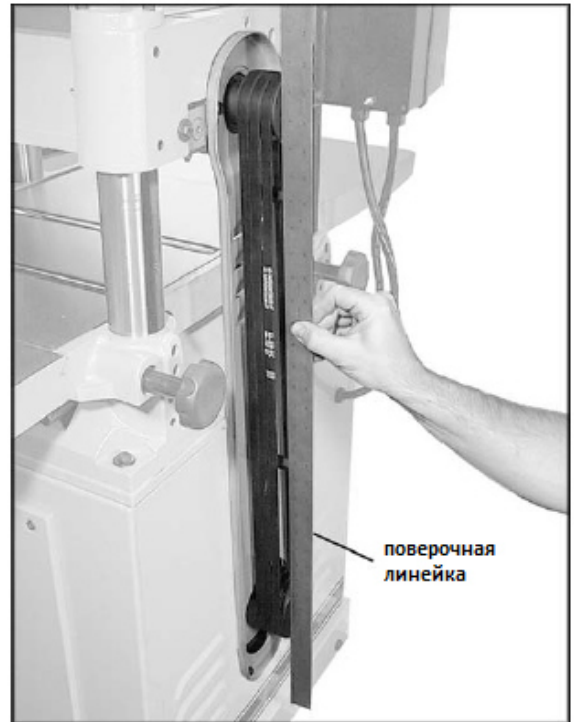

Рис. 13
1. Снимите защитное ограждение ремня и приложите к торцам обоих шкивов поверочную линейку (Рис. 13).